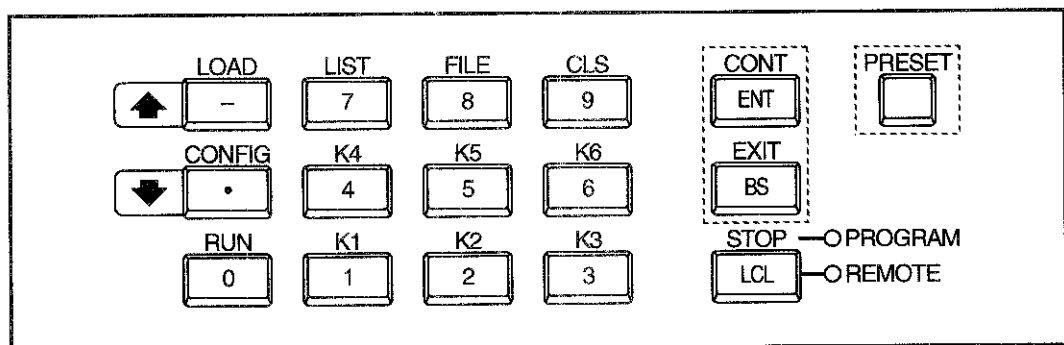

図 4-17 COPY (ドライブ間のファイルのコピー) 確認時のキー配置
この画面でソース・ファイル (①) とコピー先のドライブ (②) を確認して下さい。ソース・ファイルは、FILE モードで作業対象ファイル (カーソル上のファイル) です。このとき使用できるキーは、図 4-17 のようになります。(点線で囲まれたキーのみ使用できます。)